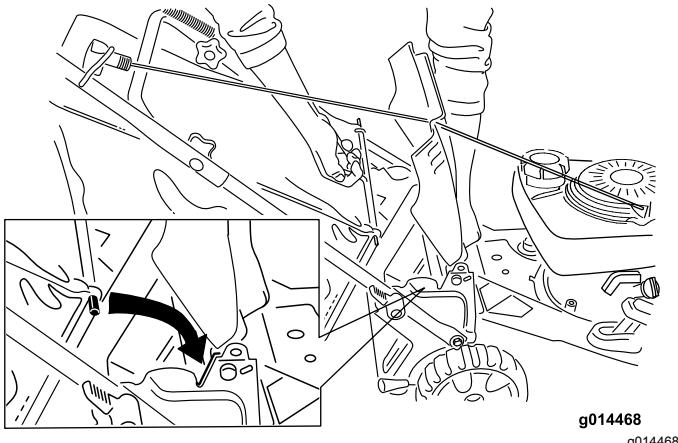

Bild 17
2. Halten Sie das Heckablenklech hoch, setzen Sie den Fangkorb in die Kerben ein und senken das Heckablenklech ab (Bild 17).